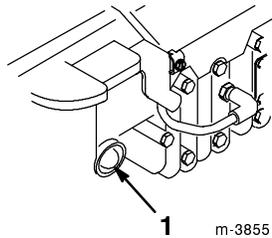

Figure 9
2. Appuyez sur l'amorceur à trois reprises, en marquant une pause de deux secondes chaque fois (Fig. 9).